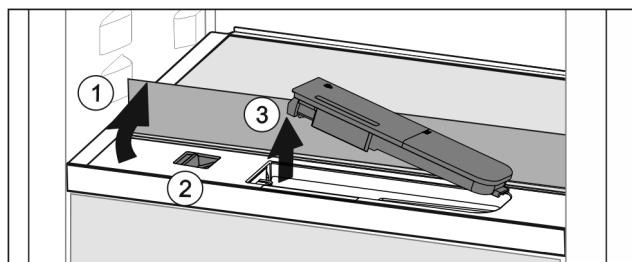

Fig. 119
► Nadvihnite sklenú dosku a až na doraz ju sklopte dozadu Fig. 119 (1).
► Potlačte posúvač Fig. 119 (2) doľava.
► Vyberte nádržku na vodu Fig. 119 (3).